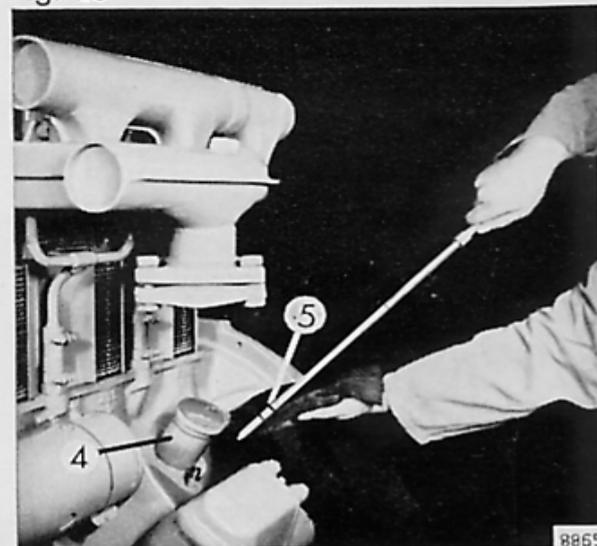

Fig. 26
N'oubliez pas d'éloigner aussi les boues de coagulation qui se sont déposées dans le corps du filtre, en dévissant les bouchons de purge (2 et 3). Après cette opération revissez les bouchons de purge. Par la goulotte (4) faites le plein d'huile **jusqu'à ce que le niveau atteigne la marque supérieure (5)** – Figure 26 –.
toutes les 120 heures de marche (à chaque vidange d'huile) sur chaque plaque en dévissant les bouchons filetés (1) – Figure 26 –. On rencontre différents repères jusqu'auxquels l'électrolyte doit arriver. Sinon se servir d'une baguette en bois (3) et l'introduire jusqu'à la surface supérieure des plaques en plomb, cette baguette doit être mouillée sur une longueur de 10 à 15 mm. **N'ajoutez que de l'eau distillée.** Evitez de poser un outil métallique sur la batterie à cause du danger de court-circuit. De temps en temps faites en vérifier la capacité. Lisez aussi les conseils donnés en Page 13 relatifs à l'utilisation de la batterie en hiver.